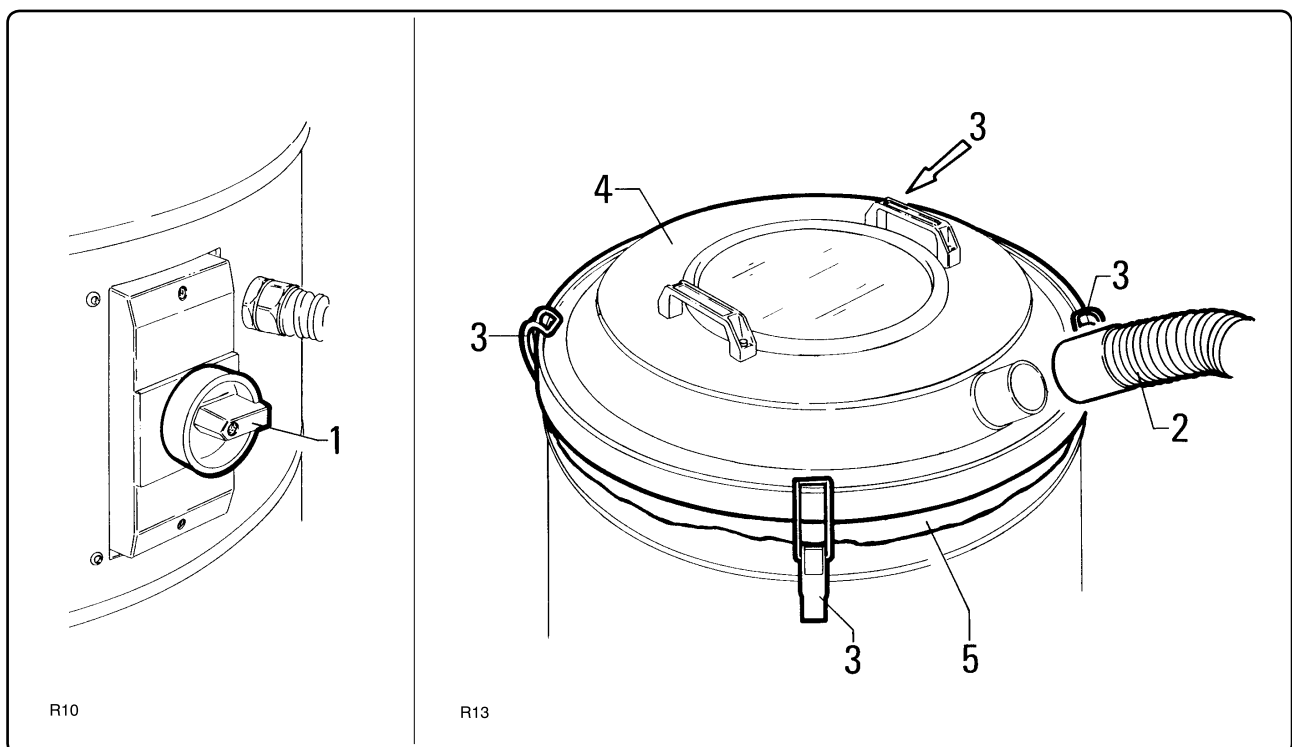

Fig. 6.6.1
- Fjern støvposen, og tøm den. Sæt derefter posen tilbage på plads, og sørg for at lade lidt af kanten "5" være synlig (fig. 6.6.1).